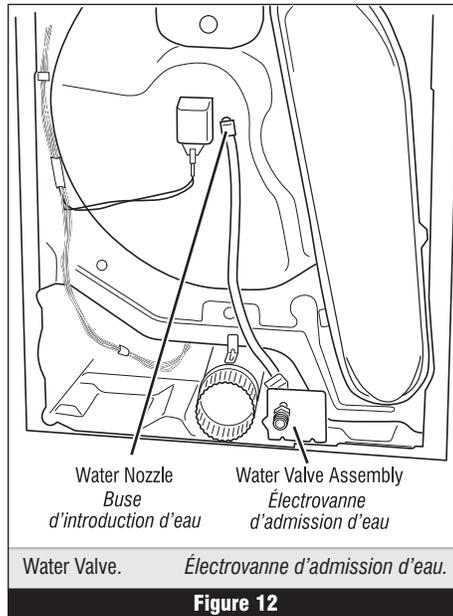

Figure 12
- Check that the wires and hose are connected to the water valve assembly. See figure 12.
- Vérifier que les conducteurs et le tuyau d'alimentation sont connectés sur l'électrovanne d'admission d'eau. Voir figure 12.